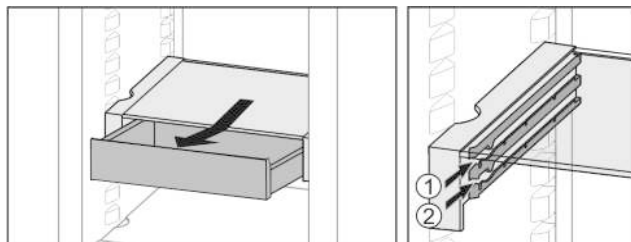

Fig. 24
- ▶ На любой высоте Fig. 24 (1) или Fig. 24 (2) вставьте.